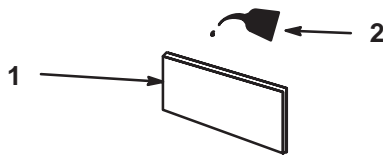

Abbildung 28
- C. Den Einsatz in frisches Motoröl tränken (Abb. 28). Den Einsatz ausdrücken, um überschüssiges Öl zu beseitigen.